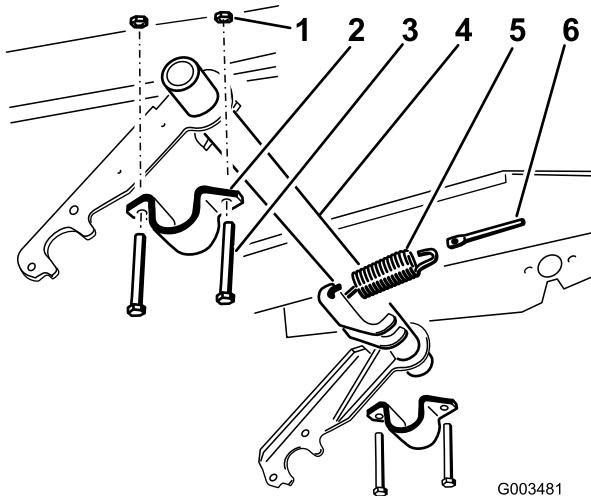

Figura 5
- Collegare la molla di tensione a una delle leve a molla sul tubo orientabile e all'asta della molla (Figura 5).
- Montare la staffa del tubo orientabile sul lato destro (Figura 5) senza stringere.
- Far scorrere il lato destro del tubo orientabile nella staffa destra del tubo (Figura 5).
- Sollevare la parte sinistra del tubo orientabile e montarla con una staffa del tubo, 2 bulloni (3/8 x 3 pollici) e 2 dadi di bloccaggio (3/8 pollice) (Figura 5).